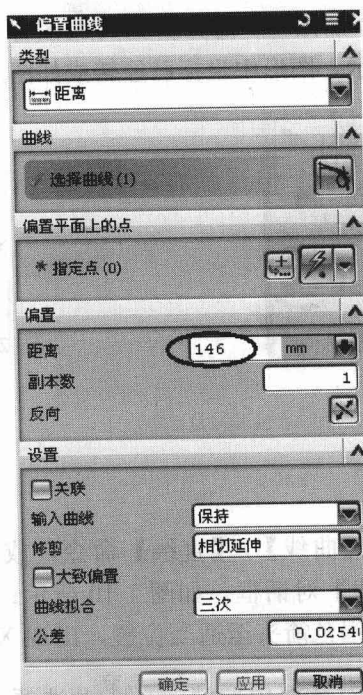
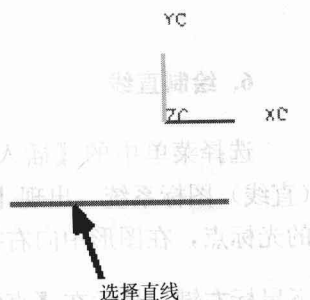
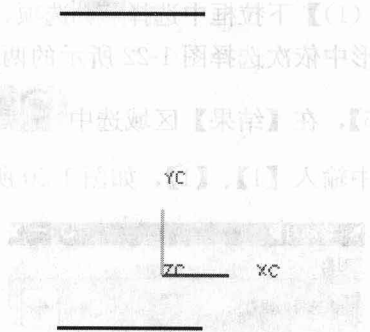

图 1-13
图 1-14
图 1-16
选择菜单中的【插入】/【来自曲线集的曲线】/【偏置】命令，或在【曲线】工具条中选择  (偏置曲线) 图标，系统出现【偏置曲线】对话框，如图 1-13 所示；根据提示在图形中选择图 1-14 所示直线为要偏置的曲线，然后在【指定点 (0)】区域选择  (自动判
在【偏置曲线】对话框的【距离】栏中输入【146】,取消 ☐ 关联 选项,在【输入曲线】下拉框中选择【保持】选项,如图 1-13 所示;最后单击 按钮,完成偏置曲线,如图 1-16 所示。